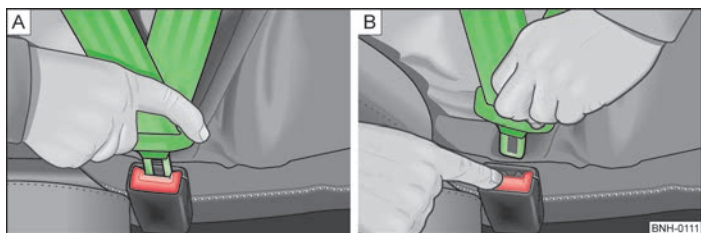

Fig. 113 Fixarea sau desfacerea centurii de siguranță
- Introduceți clema de fixare în catarama aferentă a centurii de siguranță » fig. 113 -  până când se fixează cu un clic.
- Apăsăți tasta de culoare roșie de pe catarama centurii » fig. 113 - , lamela de fixare sare afară.